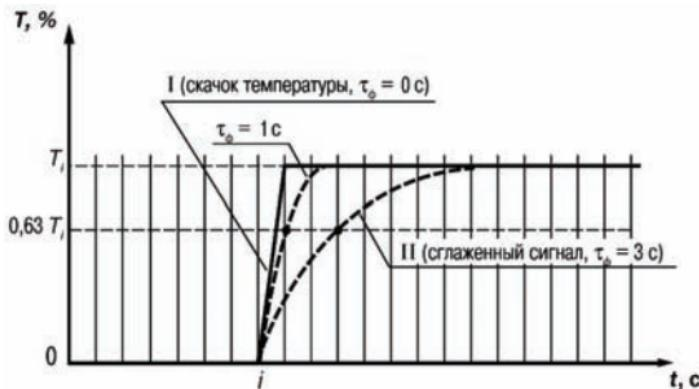

Рисунок 3.5
3.2.2.4.3 Цифровой фильтр устраниет шумовые составляющие сигнала, осуществляя его экспоненциальное сглаживание. Основной характеристикой экспоненциального фильтра является  $\tau_\phi$  – постоянная времени цифрового фильтра, параметр **CnF 1 (CnF2)** – интервал, в течение которого сигнал достигает 0,63 от значения каждого измерения  $T_i$  (рисунок 3.5).